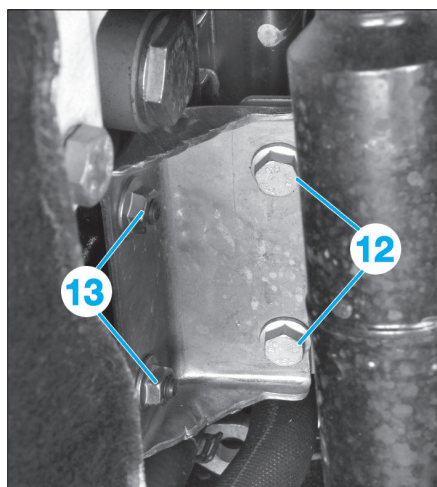

FIG. 121
- les vis (12) et les écrous (13) (Fig.121),